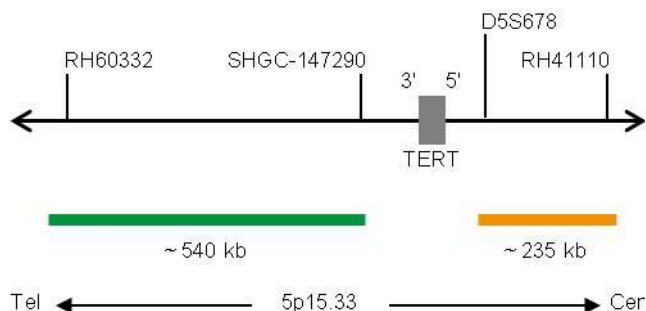

Abb. 1: SPEC TERT Sondenlokalisation (nicht maßstabsgetreu)
- ZyGreen (Anregung 503 nm/Emission 528 nm) markierten Polynukleotiden (~10 ng/μl), die gegen Sequenzen in 5p15.33* (chr5:620,184-1,161,456) gerichtet sind, welche distal zur TERT-Bruchpunktregion lokalisiert sind (siehe Abb. 1).
- ZyOrange (Anregung 547 nm/Emission 572 nm) markierten Polynukleotiden (~4,5 ng/μl), die gegen Sequenzen in 5p15.33* (chr5:1,353,007-1,588,209) gerichtet sind, welche proximal zur TERT-Bruchpunktregion lokalisiert sind (siehe Abb. 1).